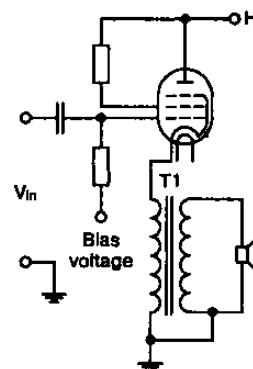

Рис. 18.17. Использование катодного повторителя вместо схемы с общим катодом
- или используют вместо схемы с общим катодом катодный повторитель (т. е. местную 100%-ную ООС, снижающую эквивалентное внутреннее сопротивление лампы, рис. 18.17).